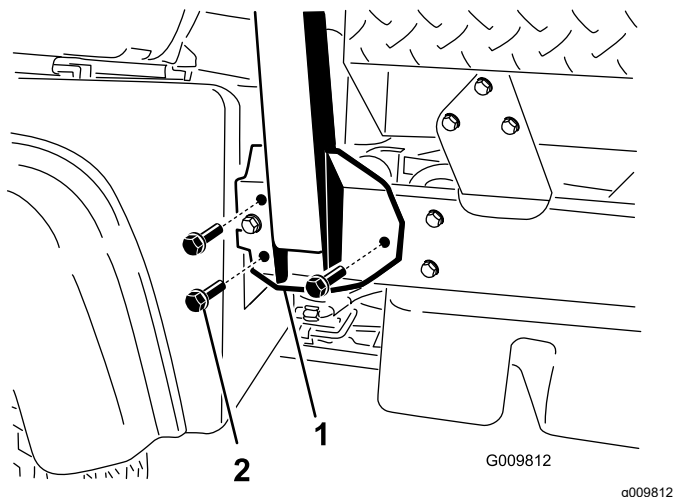

Figura 4
2. Aliniați fiecare parte a barei antiruliu cu orificiile de montare de pe fiecare parte a cadrului mainii (Figura 4).
3. Fixai suportul de montare a barei antiruliu pe cadrul mainii utilizând 3 uruburi cu guler ( $\frac{1}{2} \times 1\frac{1}{4}$ ") pe fiecare parte (Figura 4).